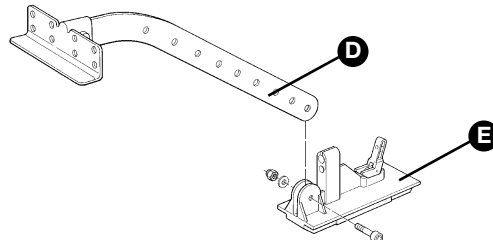

Figura 18
**6** Fijar con el tornillo V6x18 y la tuerca respectiva M6 el estribo de fijación a la hoja [D] al carro superior [E] como en la figura 18.